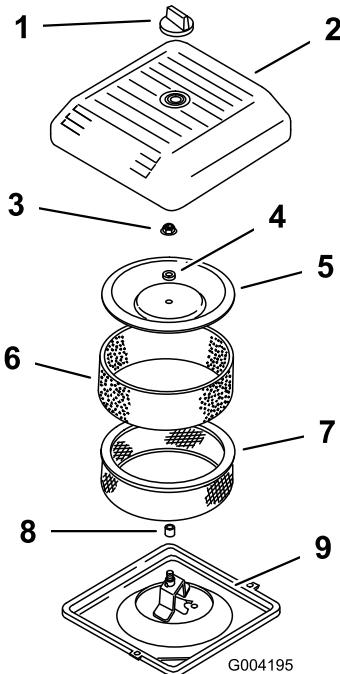

Figura 17
2. Desenrosque el pomo y retire la cubierta del limpiador de aire (Figura 17).
3. Deslice cuidadosamente el prefiltrado de gomaespuma para separarlo del elemento de papel (Figura 17).
4. Desenrosque la tuerca de la tapa y retire la tapa, el espaciador y el filtro de papel (Figura 17).
2. Coloque el conjunto del limpiador de aire sobre su base (Figura 17).
- Instale la tapa y el espaciador y fíjelos con la tuerca de la tapa (Figura 17). Apriete la tuerca a 11 Nm.
- Instale la cubierta del limpiador de aire y fíjela con el pomo (Figura 17).